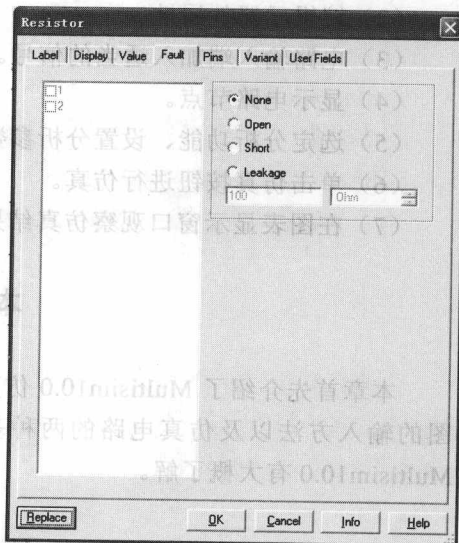

图 1-10 Fault 选项卡
(4) **Fault** 选项卡。Fault 选项卡如图 1-10 所示, 用于设置元件的故障方式。包括 4 个